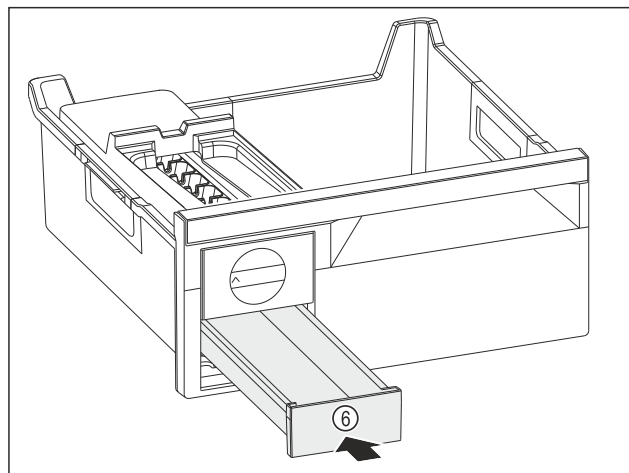

Fig. 148
- Skub isterningskuffen Fig. 148 (6) ind.